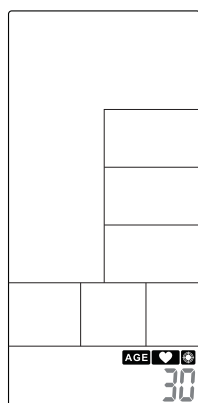

FIGURA 45
- Pressione PARA CIMA / PARA BAIXO (TECLA 10 ou 11) para ajustar a idade (Figura 45). Em seguida, pressione ENTER (TECLA 19) para confirmar a idade e iniciar o treino.